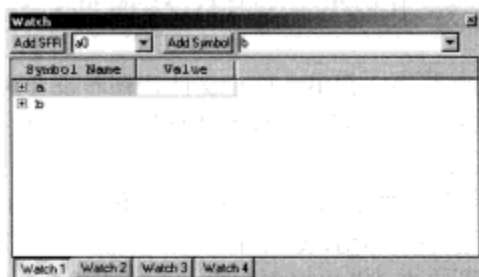

图 6-1 包含两个字符串的 Watch 窗口
- (1) 利用 Project Build（生成工程）检查表生成该工程。
- (2) 打开 Watch（观察）窗口（并将它固定在自己喜欢的位置）。
- (3) 从符号选择框中选择变量 a 和 b，然后单击 Add Symbol 按钮将它们添加至 Watch 窗口（参见图 6-1）。